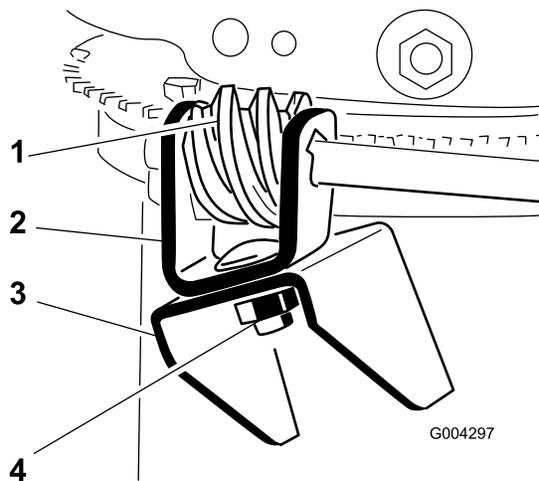

Figure 11
- Enduisez la vis sans fin de graisse universelle N° 2 (Figure 11).
- Montez la vis sans fin et le support sur la bride de fixation, sans serrer, à l'aide d'un boulon, d'une rondelle Belleville et d'un contre-écrou, comme illustré à la Figure 11.
- Glissez la vis sans fin dans les dents de la couronne de retenue de l'éjecteur et serrez le contre-écrou (Figure 11).